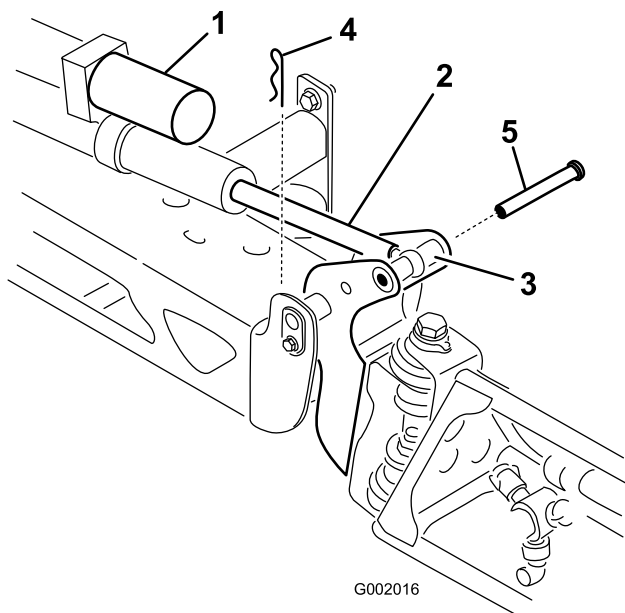

Bild 45
2. Nehmen Sie den Splint vom Lagerbolzen ab (Bild 45).
fest und stecken Sie den Stift durch das Scharnier des Auslegers und die Aktuatorstange (Bild 45).
3. Heben Sie den Ausleger an und nehmen Sie den Stift ab (Bild 45). Senken Sie den Ausleger langsam auf den Boden ab.